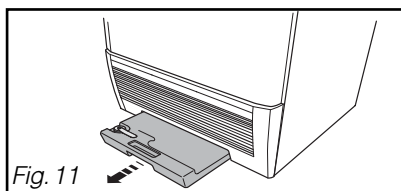

Fig. 11
- Pour le vider, dégagez-le de son logement en le tirant vers vous (Fig. 11).